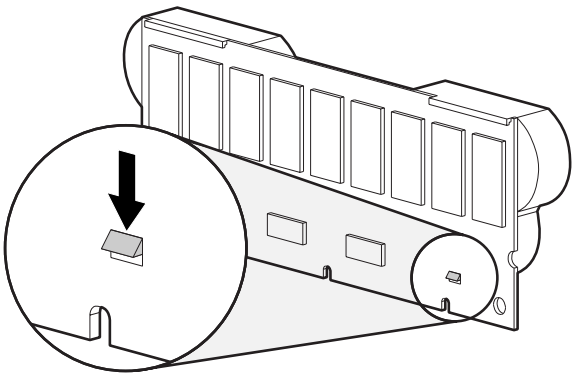

Figure 4 : Agrafe inférieure de la batterie
1. Poussez vers le bas l'agrafe inférieure de la batterie, fixée dans le coin inférieur du module. Reportez-vous à la Figure 4.